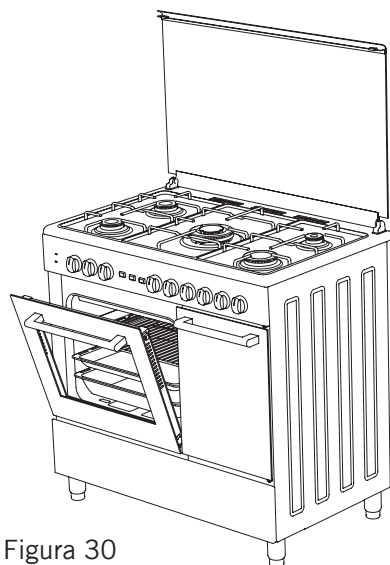

Figura 30
2. Coloque el panel de seguridad debajo del panel de control abriendo el cristal de la cobertura frontal del horno. (Figura 30)